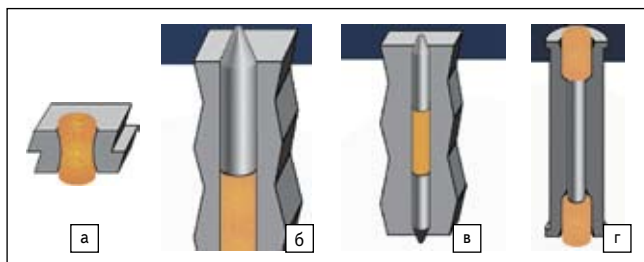

Рис. 3. Конфигурации контактов CIN::APSE:
- Собственно контакт (рис. 3а) обеспечивает соприкосновение во многих точках. Он хорошо подходит для применений, требующих высокую скорость соединения и высокую плотность расположения контактов (малый шаг между ними). Контакты выпускают диаметром 0,5 и 1 мм. Первые можно располагать на плате с шагом 1 мм, вторые — с шагом 1,78 мм. Усилие сжатия при соединении контактов зависит от их количества на плате и ее геометрии. Для контактов диаметром 0,5 и 1 мм типичные величины усилия сжатия соответственно 71 и 113 г.
- Сочетание контакта с плунжером (рис. 3б) повышает износостойкость контактов и позволяет увеличить расстояние между соединяемыми платами. Плунжер изготавливают из латуни или медного сплава и покрывают золотом. Контакты с плунжером допустимо располагать на плате с шагом 1,27 мм, усилие сжатия 71 г.
- Сочетание контакта с двумя плунжерами (рис. 3в). Введение второго плунжера позволяет еще больше увеличить расстояние между параллельными платами (до 25,4 мм) и максимально повысить износостойкость контактов. Контакты с двумя плунжерами располагают на плате с шагом 1,27 мм, усилие сжатия 71 г.
- Сочетание двух контактов со спейсером (рис. 3г) имеет все преимущества одиночного контакта и позволяет увеличить расстояние между соединяемыми платами до 25,4 мм, обеспечивая при этом надежное контактирование при вибрационных и ударных нагрузках. Спейсер изготавливают из латуни или медного сплава и покрывают золотом.